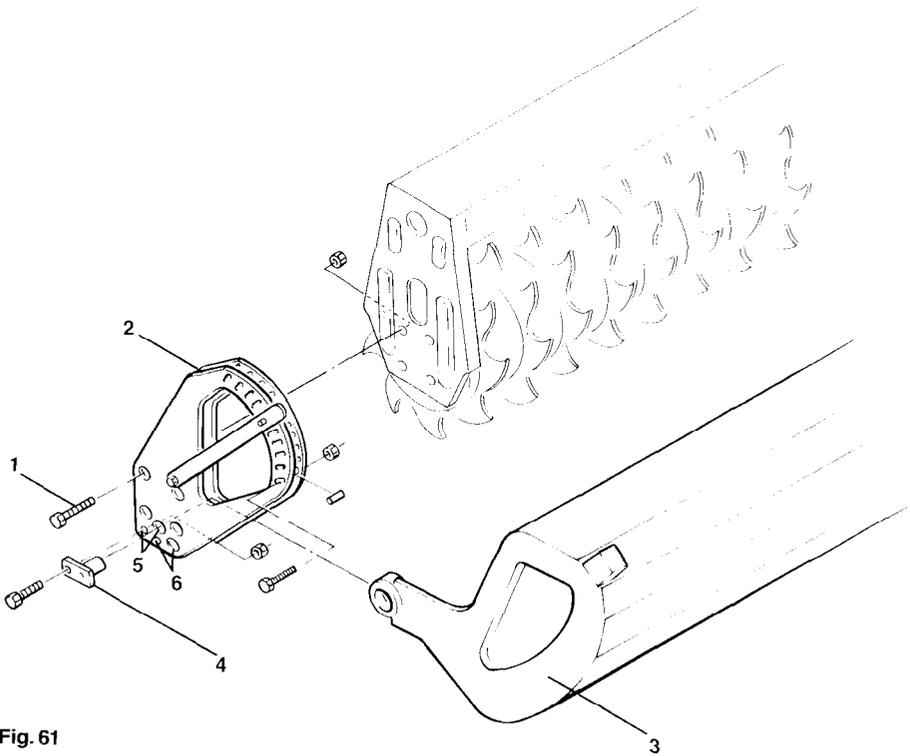

Fig. 61
- Die 4 Skt.-Schrauben (Fig. 61/1), mit denen das Lager der Packerwalze befestigt ist, heraus-schrauben. Die Schrauben gegen die Skt.-Schrauben M 10 x 40 DIN 933 austauschen.
- Verstellsegment (Fig. 61/2) an der Packerwalze befestigen.
- Planierschiene (Fig. 61/3) zwischen die Platten der Verstellsegmente schieben und mit den An-lenkbolzen (Fig. 61/4) befestigen.
- a) Bohrungen (Fig. 61/5) für Packerwalzen PW 420.
- b) Bohrungen (Fig. 61/6) für Packerwalzen PW 500.